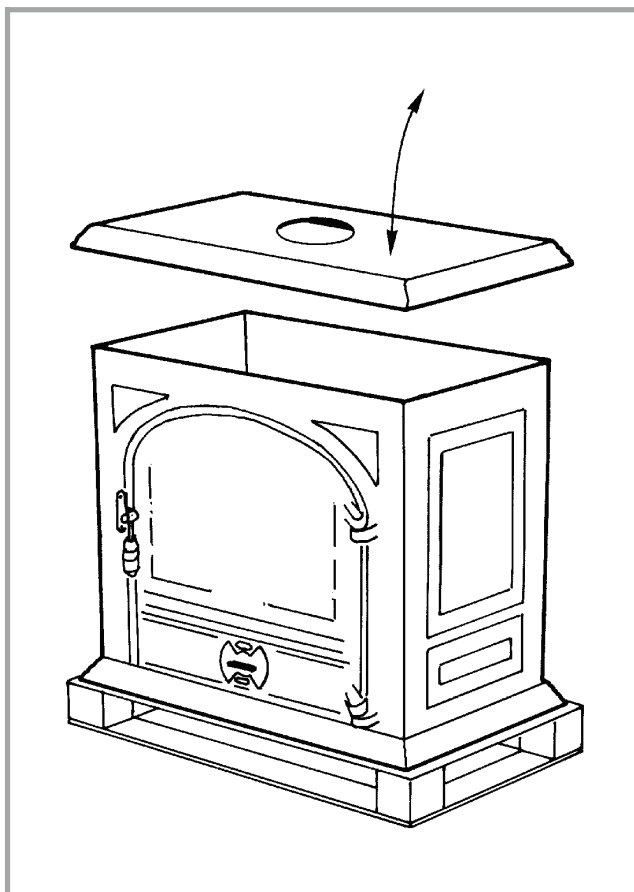

Figure 3 - Dépose du dessus fonte
Retirer le dessus fonte de l'appareil (fig. 3), dévisser les deux boulons qui fixent l'appareil sur la palette bois et enlever l'appareil de la palette.
- Soulever le dessus fonte du poêle (fig. 3, p. 5).